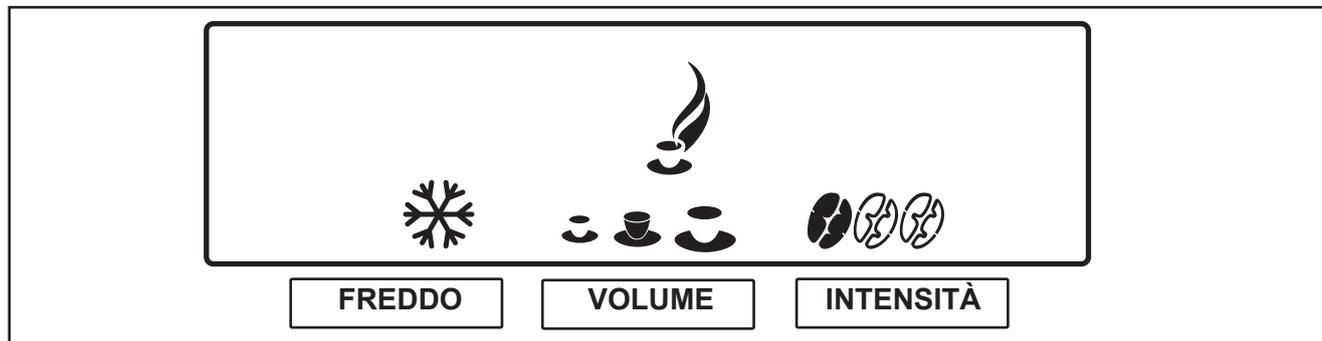

Fig. 15
L'apparecchio dispone anche di possibilità di preselezione. Al momento dell'installazione il tecnico di servizio eventualmente ha attivato una di queste possibilità di preselezione. Se si scelgono i tasti di preselezione, sul display verranno visualizzate le seguenti possibilità di scelta (fig. 15):
2. Premere il tasto di preselezione „**FREDDO**“, per attivare questa preselezione. Viene visualizzato il simbolo del freddo (fig. 15).
2. Premere il tasto di preselezione „**VOLUME**“, per attivare questa preselezione. Vengono visualizzati tre simboli della tazza (piccola - medio - grande (fig. 15).